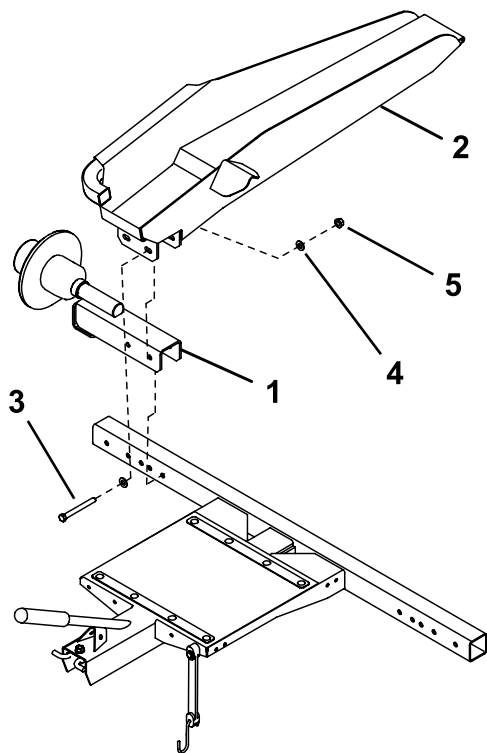

Рисунок 3
2. Прикрепите сборочный узел оси и рамы (Рисунок 3) или рейлинга (Рисунок 4) к каждому концу рамы с помощью 2 болтов (3/8 x 3 дюйма), 4 шайб и 2 гаек.